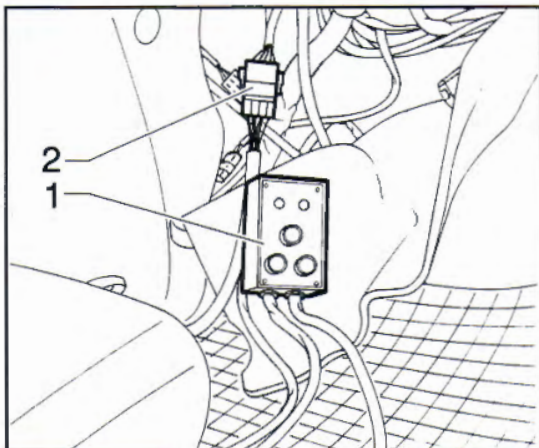

Fig. 144 ▲
- collegare (Fig. 144) uno dei due connettori dello strumento AG 25640 (1) al connettore (2) relativo al cablaggio superiore.
- connect (Fig. 144) one of the AG 25640 (1) instrument's two connectors to the upper wiring connector (2);